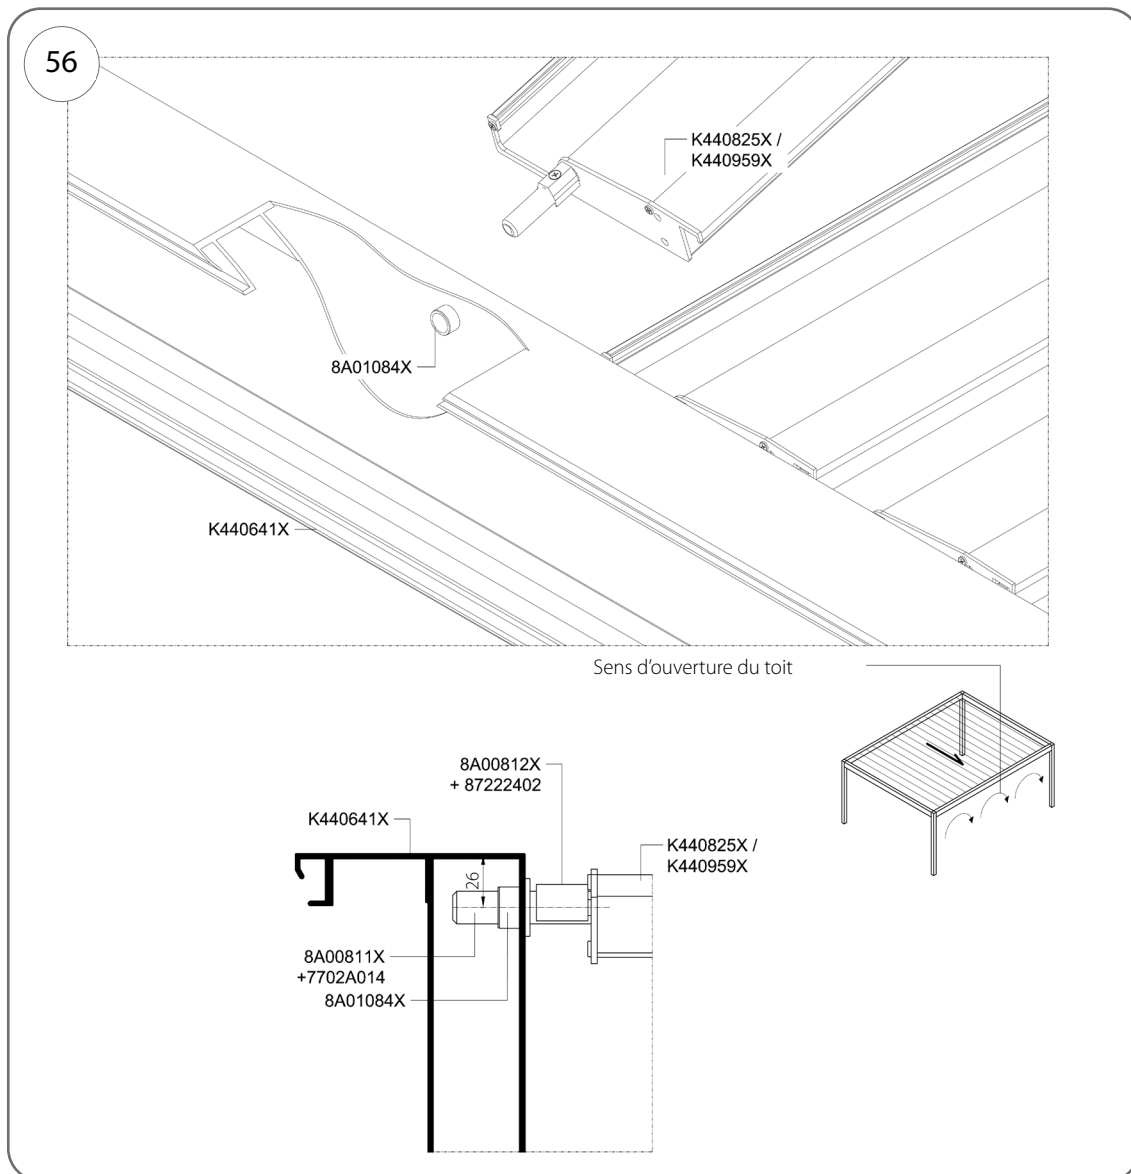

Fig. 56
1. Insérer l'axe de lame sous un angle dans la douille 8A01084X (Fig. 56).